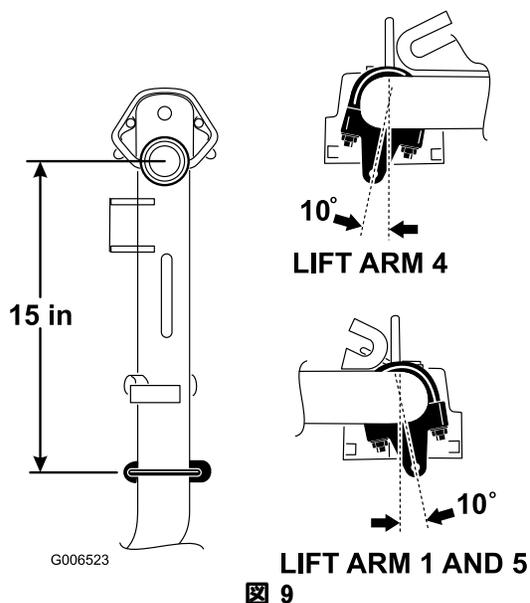

図 9
1. 昇降アーム（1番、4番、5番）で、チェーンブラケットとUボルトを、ピボットナックルのセンターラインから後ろに 381 mm さがった位置にセットする（図 9）。昇降アーム 1番、5番では、ブラケットを垂直方向から右に10度回転させた状態で取り付ける（図 9）。昇降アーム4番では、ブラケットを垂直方向から左に10度回転させた状態で取り付ける（図 9）。